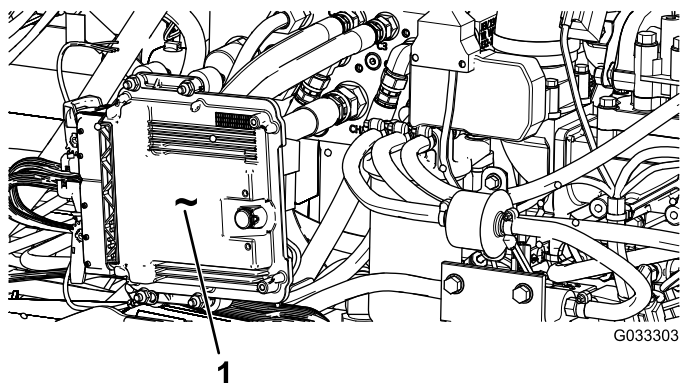

Figure 76
**Important:** Ne mettez pas d'eau directement sur le module de commande du moteur (ECU) ou les connexions électriques au risque de causer des dommages ; voir l'emplacement de l'ECU et des connexions électriques sur la Figure 76.